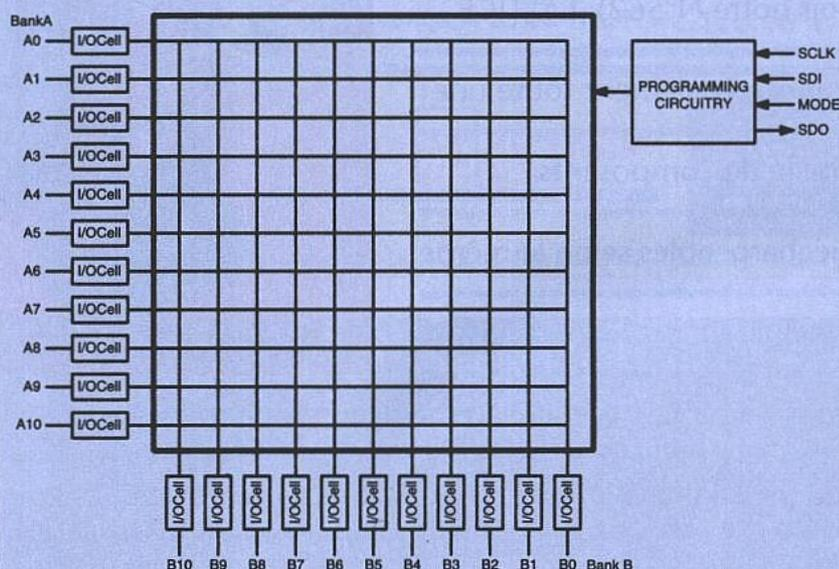

Figure 3
Aussi l'auteur a-t-il mis en pratique une méthode simple et très performante : elle consiste à éclairer le plan de travail par le dessous. Elle est illustrée figure 3, et part du principe que tout support de perceuse est débouchant par défaut. Donc le socle est percé à 10 mm environ.
■ Figure 3